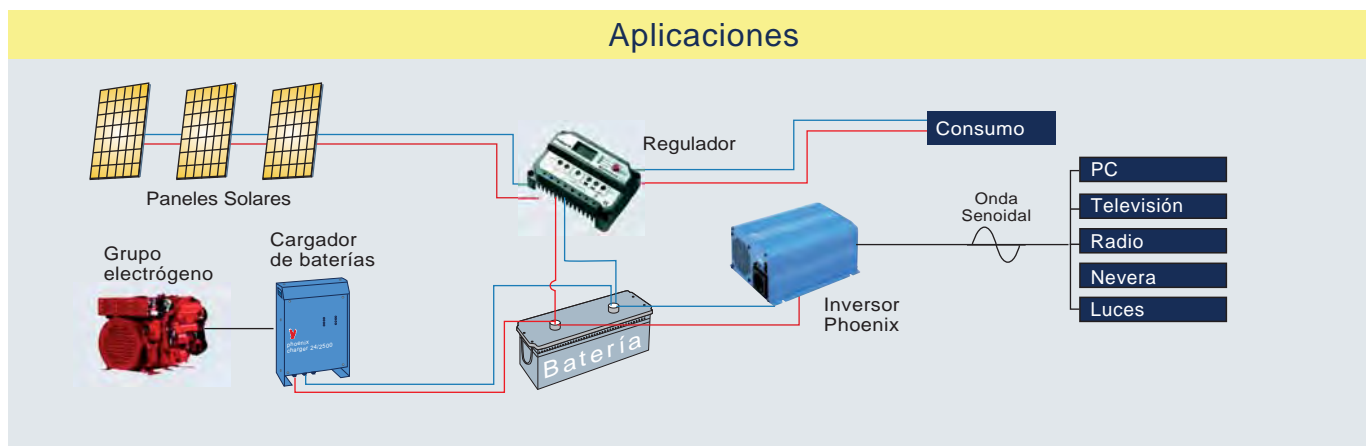

Fig.1 - Carga hasta alcanzar la tensión del gas
**Menor mantenimiento y deterioro cuando no se usa la batería: modo mantenimiento (fig. 1 y 2)**
(fig.1) **Características de carga**